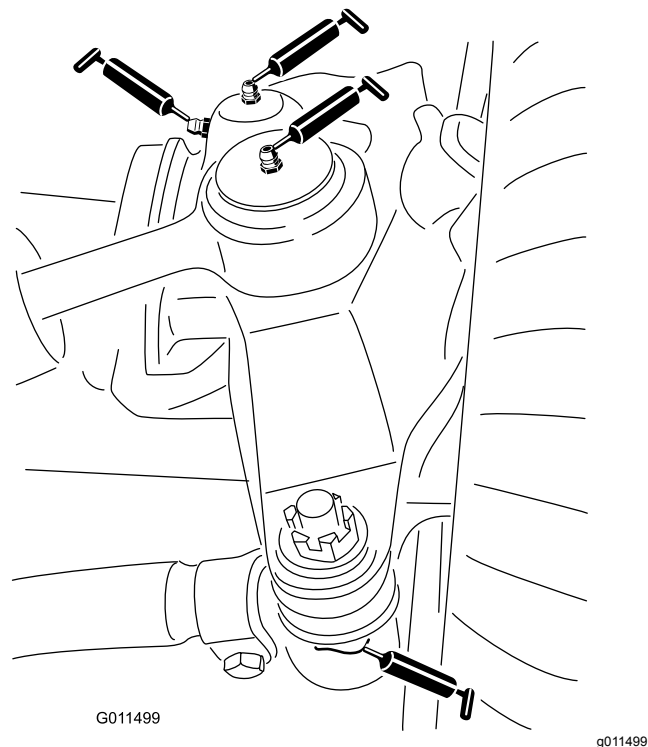

Bild 62
- Lenkzylinder-Kugelgelenke (2) (Bild 62)
- Zugstange-Kugelgelenke (2) (Bild 62)
- Achsschenkelbolzen (2) (Bild 62)